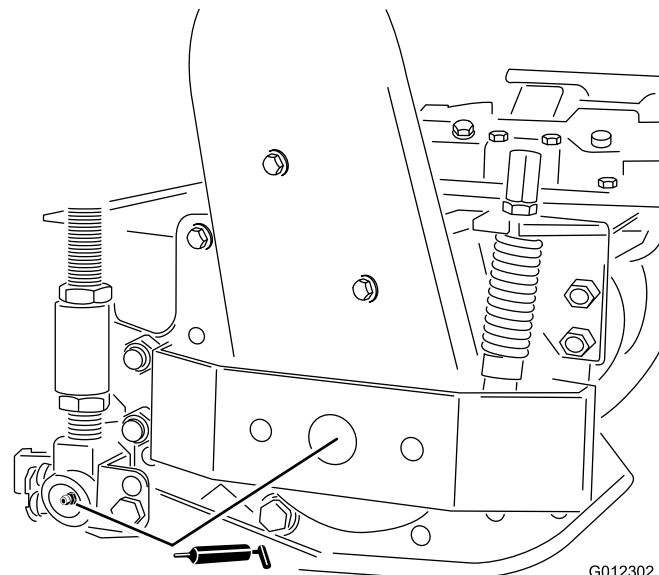

図 28
- ・ カuttingユニットのリールとローラの各ベアリング (図 28)